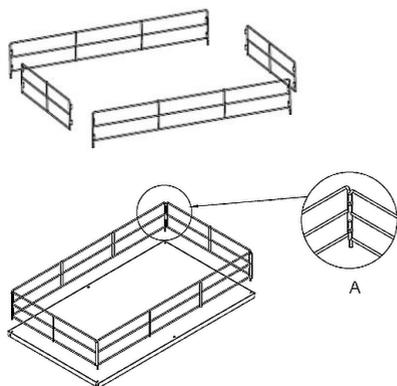

Fig. 1
1. Per prima cosa fissare i bordi di contenimento alla mensola superiore. Unire i bordi di contenimento con gli elementi di blocco (fig. 1 A).